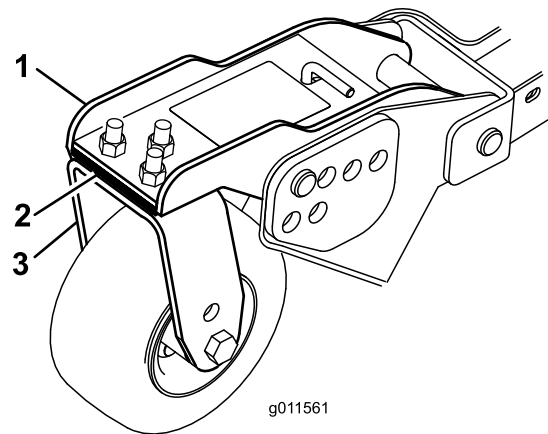

Figure 123
1. Enlevez les vis et écrous de fixation du bras de la roue pivotante à la fourche (Figure 123).